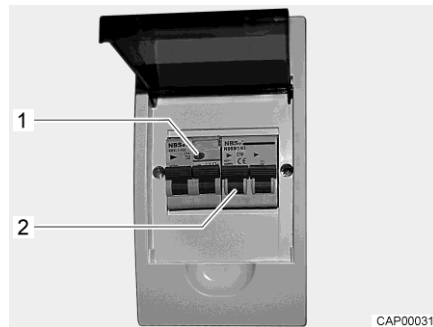

Bild 49 230 V-säkringslåda med ledningsskyddsbrytare och FI-brytare
En jordfelsbrytare (FI-brytare) i säkringslådan skyddar hela fordonet mot läckström (0,03 A). Den efterkopplade ledningsskyddsbrytaren (10 A) (Bild 49,2) säkrar 230 V-nätet.
- När fordonet är anslutet till 230 V-försörjningen: Tryck på kontrollknappen (Bild 49,1). Jordfelsbrytaren måste lösa ut.